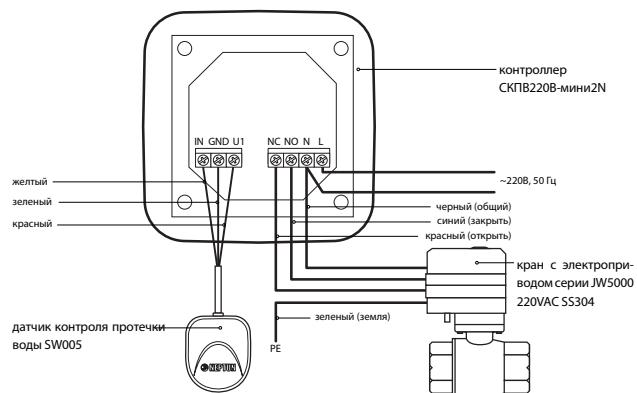

Рис. 8 Схема подключения к контроллеру СКПВ220В-мини2N датчиков контроля протечки воды SW005 и кранов серий JW5000 220VAC SS304.
Подключение кранов с электроприводом к контроллеру СКПВ220В-мини2N выполнить в соответствии с рис. 8.
Напряжение питания на контроллер должно быть подано из силового шкафа через УЗО (номиналом 30 мА). К контроллеру подвести фазу и ноль согласно схеме подключения (рис. 8).
- выполните соединение проводов в соответствии со схемой (рис. 8);